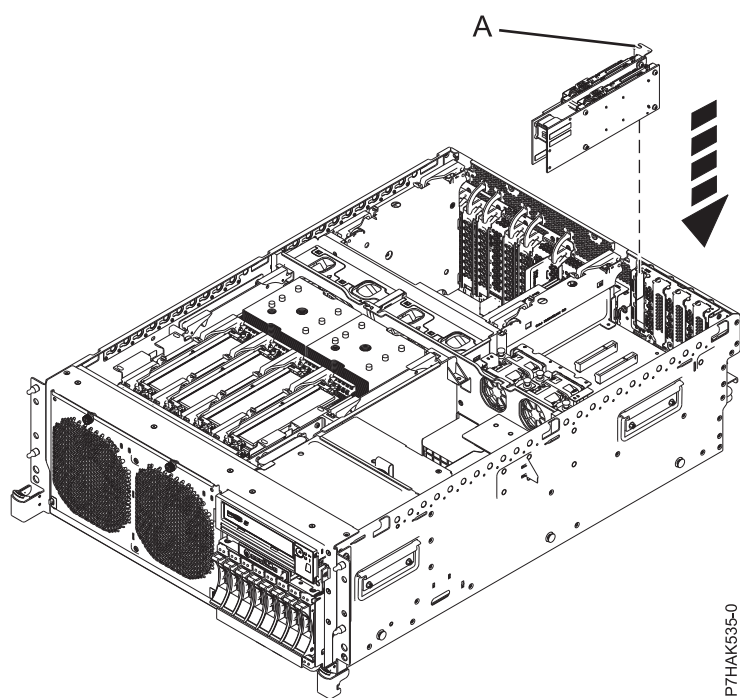
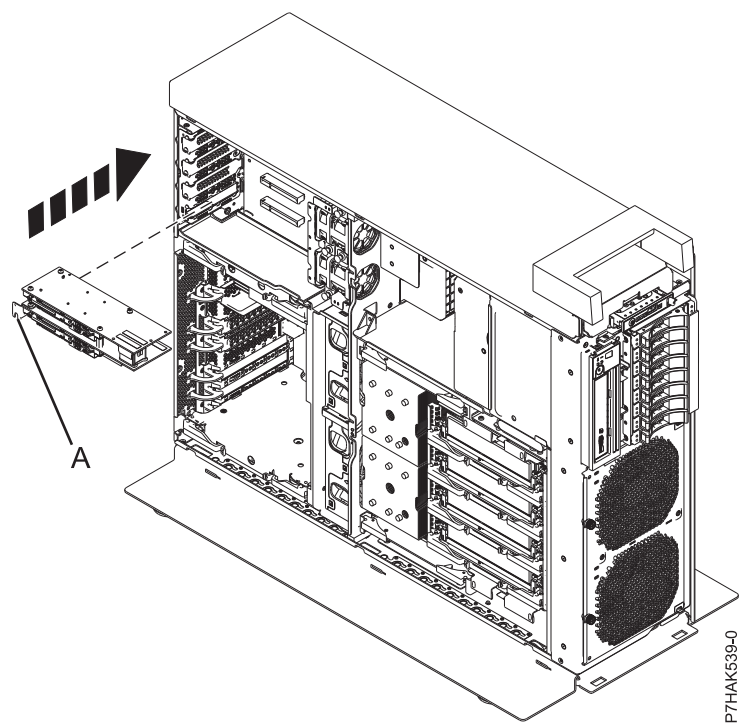

図 29. ラック・マウント・システムの拡張ライザーでの PCIe RAID および SSD SAS アダプターの取り替え
図 30. スタンドアロン・システムの拡張ライザーでの PCIe RAID および SSD SAS アダプターの取り替え
19. アダプター・ラッチ (B) を閉じた位置に戻すことにより、PCIe アダプターをそのスロットにしっかりと固定します。
20. システムに拡張ライザーがある場合、低プロファイル PCIe アダプターをそのスロットに押し込むことができます。そのテール・ストック (A) を使って所定の位置にアダプターをガイドしてから、アダプターをスロットに押し込みます (41 ページの図 29 および 41 ページの図 30 を参照)。